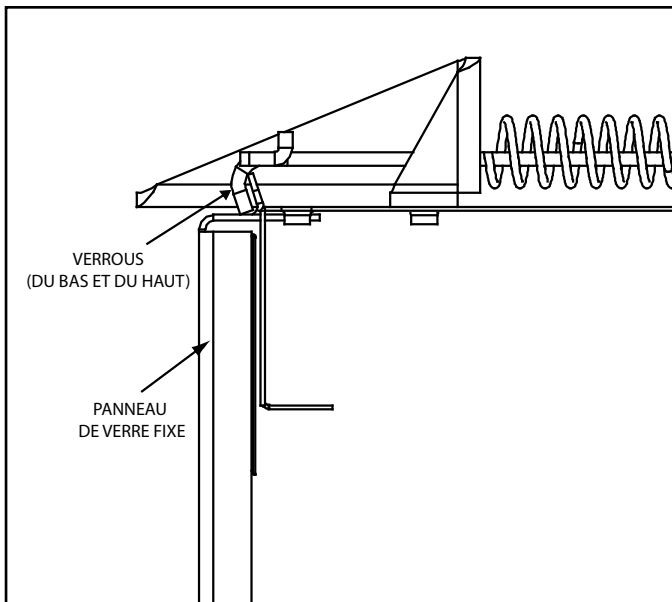

Figure 4.1 Panneau de verre fixe
- Sortez les quatre verrous du panneau de verre fixe hors de la gorge du cadre. Enlevez la porte vitrée du poêle. Voir la figure 4.1.
- Remettez en place la porte vitrée du poêle. Tirez et verrouillez les quatre verrous du panneau de verre dans la gorge du cadre de la vitre. Voir la figure 4.1.